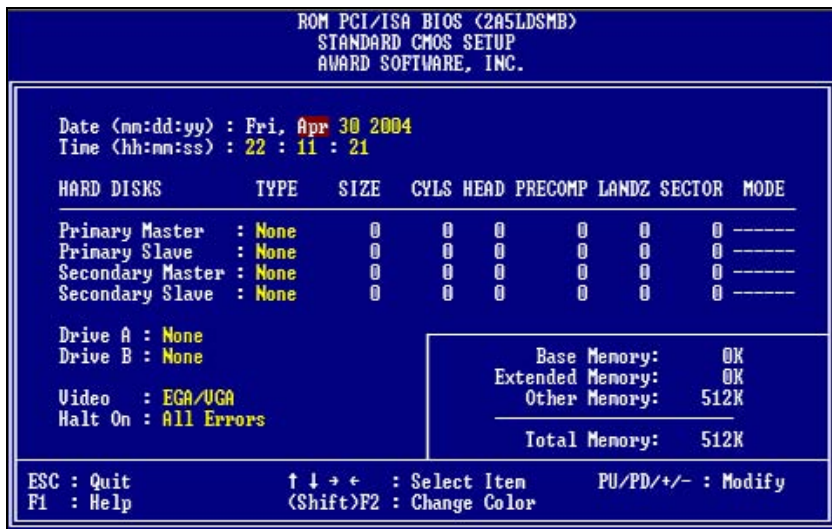

Рис. 5.1. Основные параметры подключаемых накопителей отображены в разделе **Standard CMOS Setup**
- опции, определяющие возможность подключения и работы устройств без сбоя, для чего в BIOS любой материнской платы выделен целый раздел под названием **Standard CMOS Setup** (рис. 5.1);